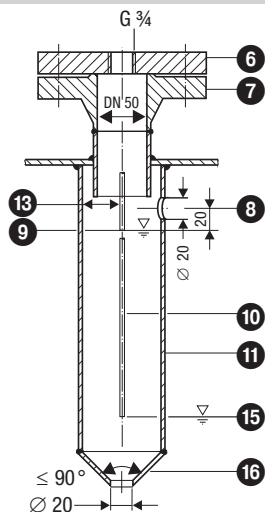

Fig. 4 Beschermbuis (bouwzijdig) voor inwendige inbouw
- Een niveauelektrode NRG 26-21 kan met een GESTRA-niveauelektrode, een niveau-schakelaar of -transmitter in een gemeenschappelijke beschermbuis resp. meetvat worden ingebouwd (binnendiameter DN80/DN100). **Fig. 4 - 7.** Daarbij moet bij inwendige inbouw de niveauelektrode voor de waterpeilbegrenzing op minimaal 40 mm afstand van de bovenste ontluchtingsopening liggen.